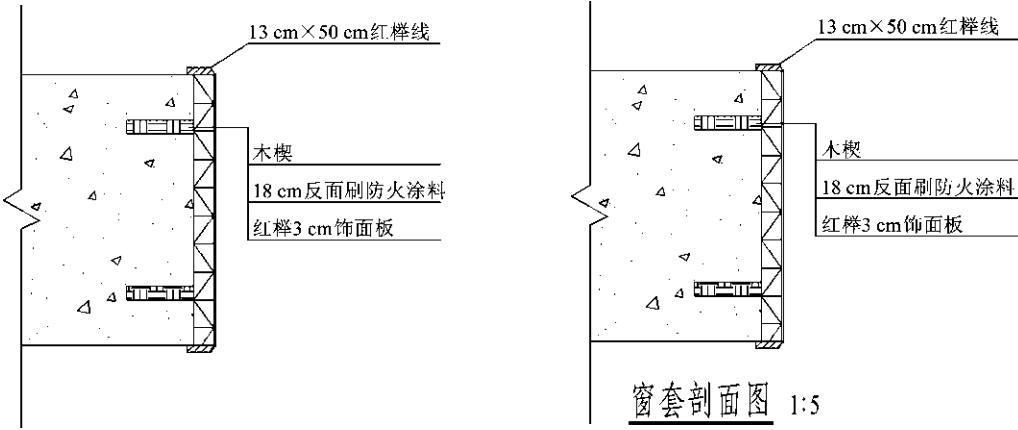
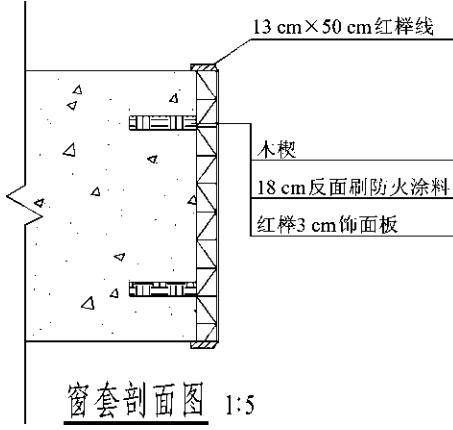

图 1-88 修改最后一行的文字内容
图 1-89 图名文字及位置
⑧利用相同方法将最后一行的文字修改为“红榉 3 cm 饰面板”，同样拉长其下的线段，结果如图 1-88 所示。
(3) 利用多段线绘制最底部的一条粗实线，然后输入图名。
①单击多段线按钮 ，设置线宽为 5 mm，在图正下方空白处绘制一条长为 250 mm 的水平直线。
②利用单行文字输入方法在多段线上方输入“窗套剖面图”，设置文字高度为 50 mm；比例为 1 : 5，文字高度为 35 mm，然后分别将其移动到合适的位置，如图 1-89 所示。